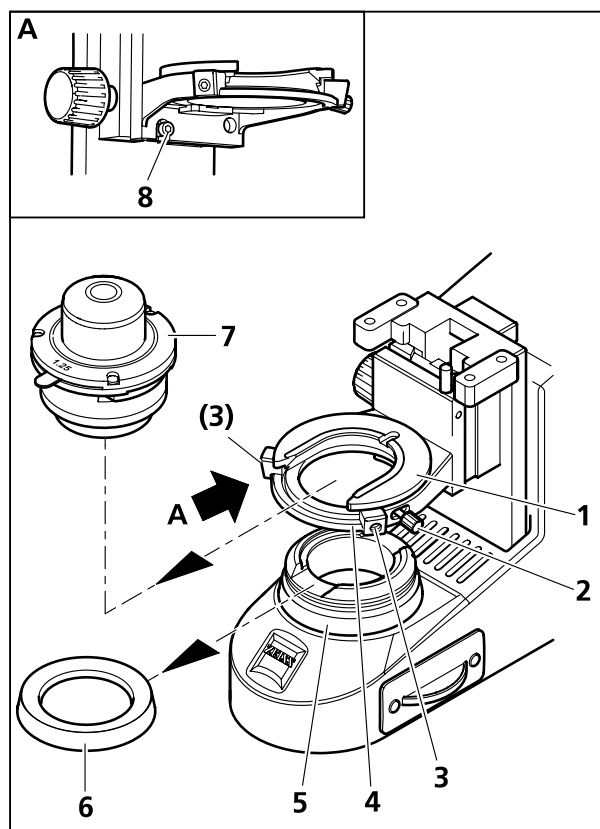
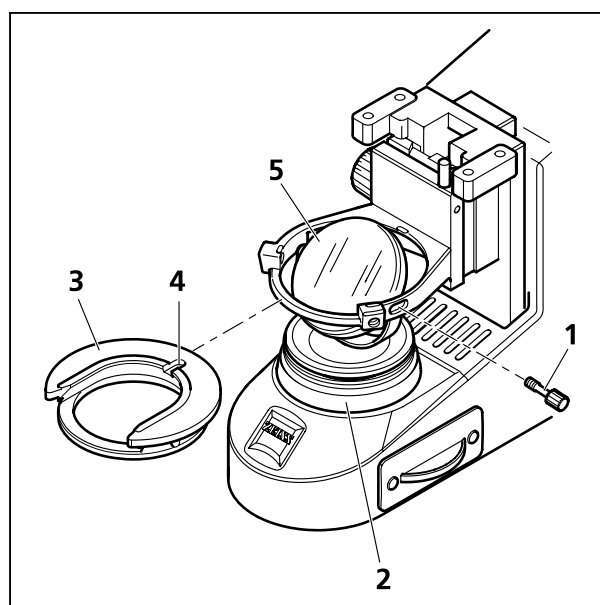

Figura 30 Montar e desmontar o condensador
Figura 31 Montar e desmontar o espelho
- Desenroscar o anel roscado (Figura 30/6) do diafragma de campo luminoso (Figura 30/5).
- Soltar o parafuso limitador (Figura 30/8) e levar o porta-condensador à posição inferior, com ajuda do parafuso serrilhado para o deslocamento em altura.
- Soltar o parafuso de aperto (Figura 30/2) do condensador e os parafusos de ajuste (Figura 30/3) do porta-condensador (Figura 30/4), mediante a chave macho hexagonal até tal ponto que se possa retirar o condensador (Figura 30/7) para frente. Retirar o condensador (Figura 30/7).
- Desenroscar o parafuso de aperto (Figura 30/2 ou Figura 31/1) do encaixe porta-condensador (Figura 30/1 ou Figura 31/3).
- Pressionar o encaixe porta-condensador contra a mola para trás e retirá-lo obliquamente para cima do porta-condensador (Figura 30/4).
- Inserir o espelho (Figura 31/5) de cima no orifício de montagem do diafragma de campo luminoso (Figura 31/2). Prestar atenção para que o espelho descansa horizontalmente sobre a superfície.